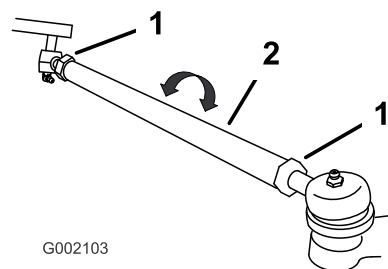

Figura 63
7. Si la distancia no es de 0–6 mm, afloje las contratuercas en ambos extremos de las bielas (Figura 63).